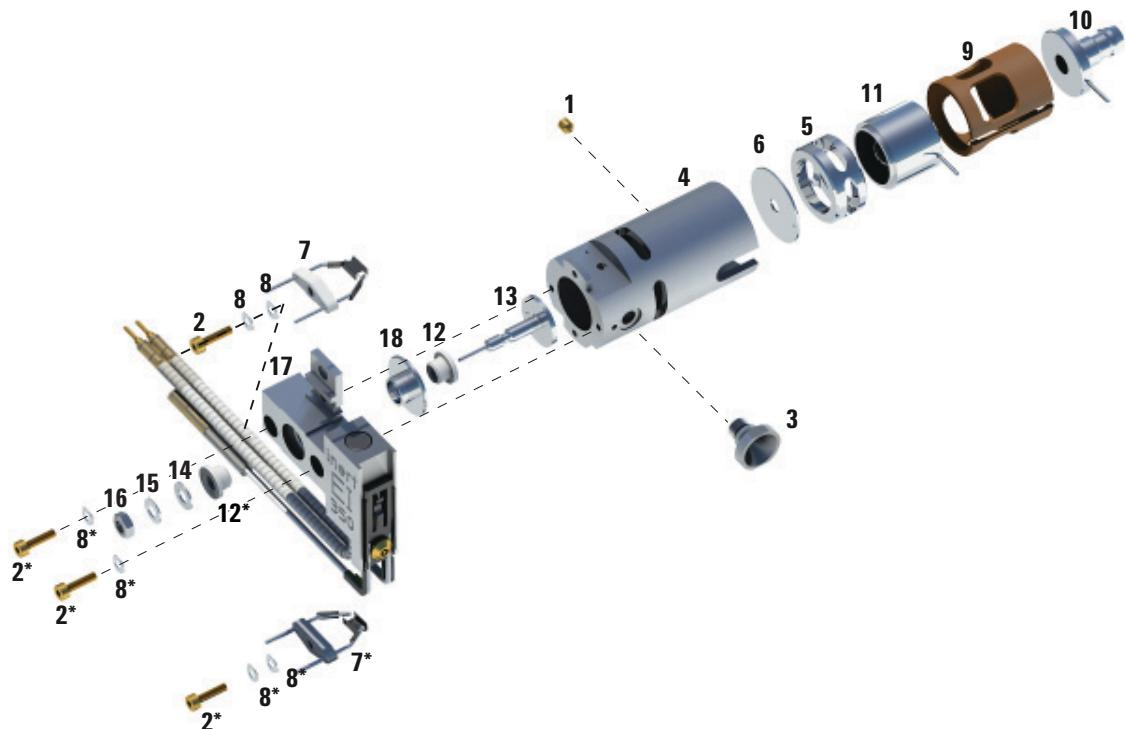

図 25 標準または不活性 EI イオン源の組み立て
- リペラブロックインサートをイオン源ヒーターブロックアセンブリに取り付けます。(156 ページ図 25 を参照してください)。
- ドローアウトプレートとドローアウトシリンダをイオン源本体に差し込みます。(156 ページ図 25 を参照してください)。
表 20 標準または不活性 EI イオン源の部品リスト (図 25)
- リペラブロックインサートをイオン源ヒーターブロックアセンブリに取り付けます。 (156 ページ図 25 を参照してください)。